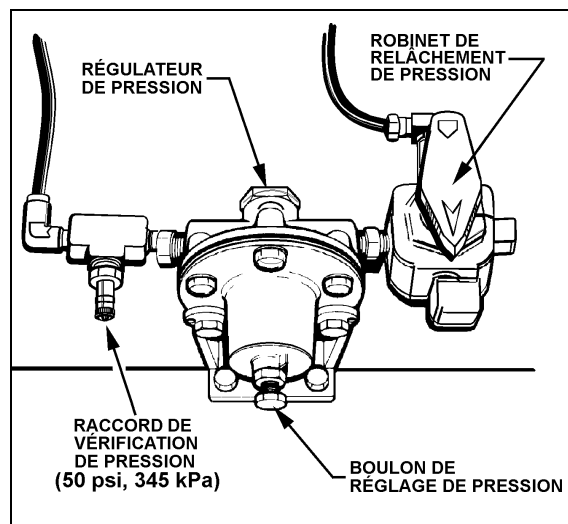

FIGURE 1: RÉGULATEUR DE PRESSION
2. Libérer la pression dans les coussins pneumatiques des tendeurs de courroie à l'aide du robinet de relâchement de pression. Le robinet de relâchement de pression est situé dans le compartiment du moteur; près du réservoir auxiliaire d'huile à moteur pour les véhicules H3 et au-dessus de la porte pour les véhicules de série XL (voir fig. 1).
Libérer la pression dans les coussins pneumatiques des tendeurs de courroie à l'aide du robinet de relâchement de pression. Le robinet de relâchement de pression est situé dans le compartiment du moteur; près du réservoir auxiliaire d'huile à moteur pour les véhicules H3 et au-dessus de la porte pour les véhicules de série XL (voir fig. 1).